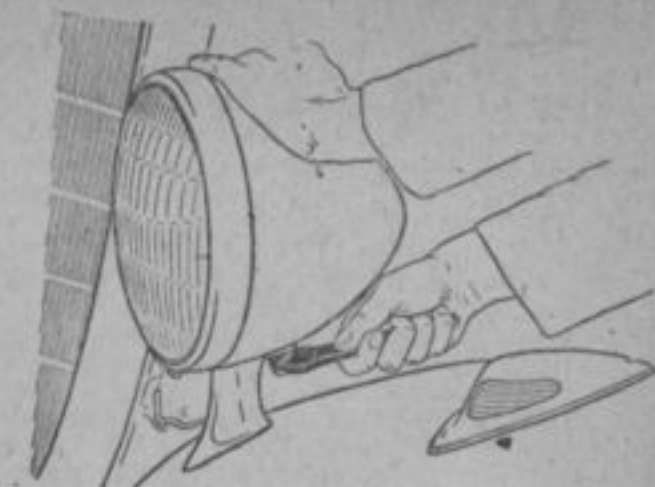

Рис. 5. Крепление фары
1. Отпустить слегка крепежную гайку (рис. 5) правой фары (порядок регулировки безразличен, можно начинать регулировку с любой фары).